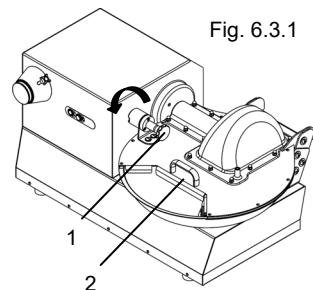

Fig. 6.3.1
3. chiudere il coperchio e bloccarlo con la manopola "1" Fig. 6.3.1
5. aggiungere il prodotto restante gradualmente dalla bocca di carico della vasca "2" Fig. 6.3.1.
- Ruotare il pomello di sblocco del coperchio in senso antiorario "1" Fig. 6.3.1.